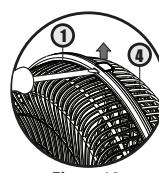

Figura 18
• Para remover a grade frontal, deve-se introduzir a ponta da chave de fenda pela parte frontal da grade em cada um dos orifícios localizados na sua borda, pressionando as linguetas para fora e liberando as 5 (cinco) travas conforme a **figura 18**.